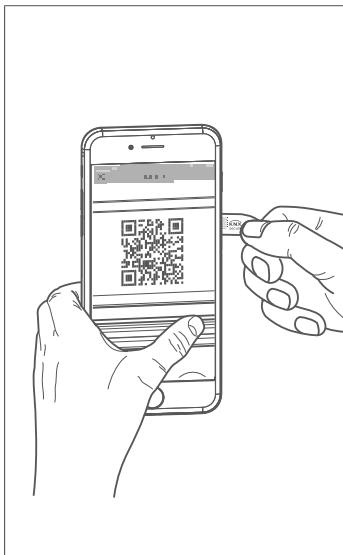
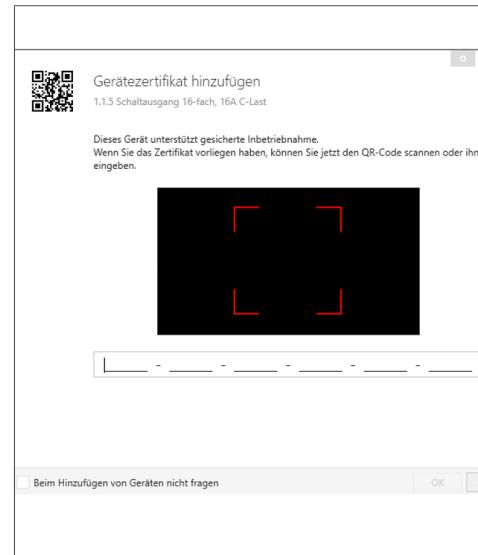

Bild 6: QR-Code scannen
Bild 7: QR-Code manuell eingeben
- | Das Gerätezertifikat (QR-Code) eingeben (Bild 7) oder scannen (Bild 6) bzw. dem Projekt in der ETS hinzufügen.